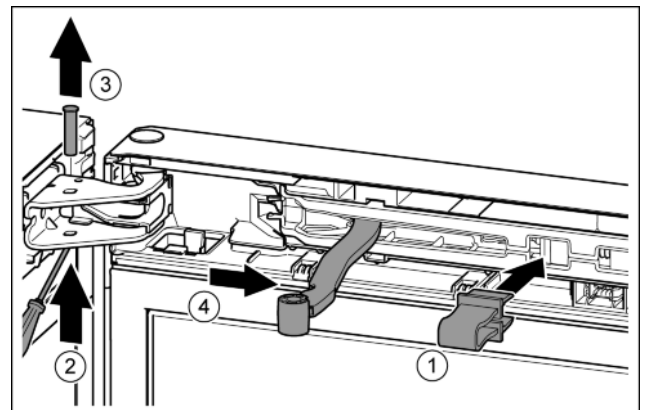

Fig. 10
- ▶ Innestare la protezione nell'apertura. Fig. 10 (1)
- ▶ Con un cacciavite spingere verso l'esterno il perno. Fig. 10 (2)
- ▶ Estrarre il perno verso l'alto. Fig. 10 (3)
- ▶ Ruotare lo snodo in direzione della porta. Fig. 10 (4)